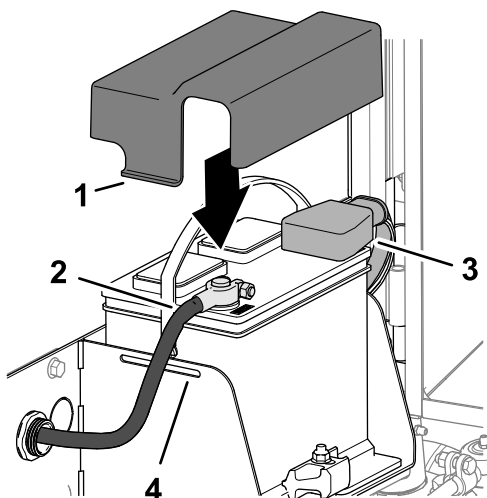

Figura 97
- Montați cablul pozitiv al bateriei (rou) la borna pozitivă (+) a bateriei (Figura 97).